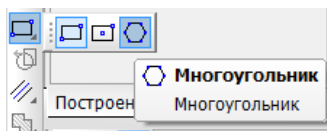

Рис.11
8.3 В инструментальной панели **Геометрия**  выбрать команду **Многоугольник**  (см. рис. 11).